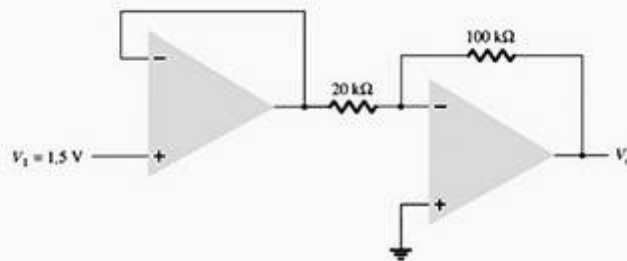

Figura 13.51 Problemas 14 e 28.
14. Calcule a tensão de saída para o circuito da Figura 13.51.
- *28. Utilize o Schematic Capture ou o EWB para calcular a tensão de saída no circuito da Figura 13.51.